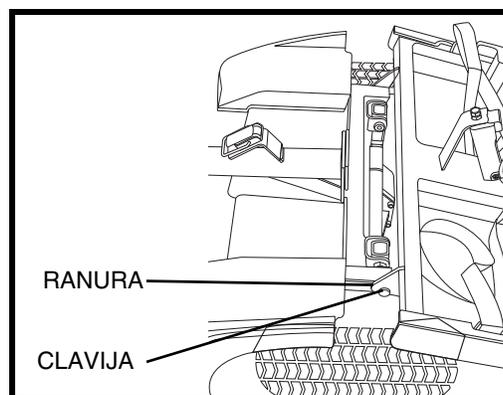

Figura 17. Separación de las secciones
3. Levante la sección frontal hasta que las clavijas inferiores se desenganchen de sus ranuras. **Ver figura 17.**